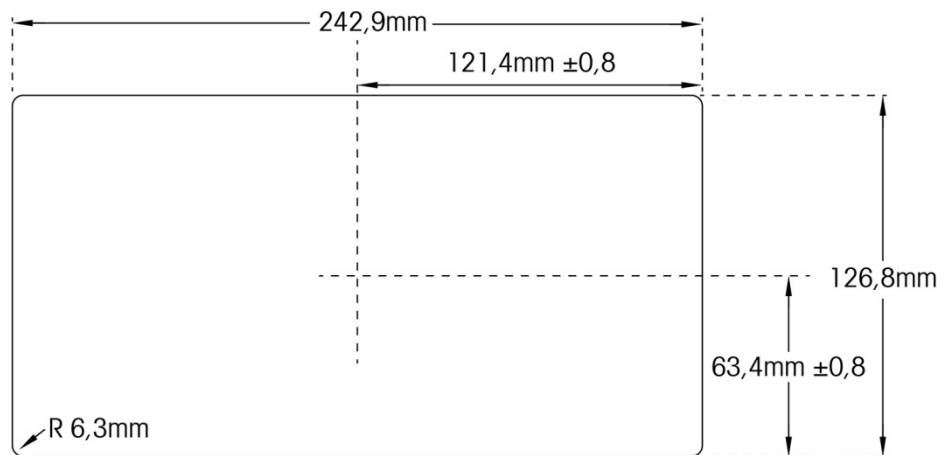

Abbildung 2-10: Maße der Ausparung in der Montagewand
- Schneiden Sie eine Öffnung in die Wand bzw. das Schaltschrankgehäuse entsprechend den Ausparungsabmessungen, die in Abbildung 2-10 in Millimeter und Zoll angegeben sind.